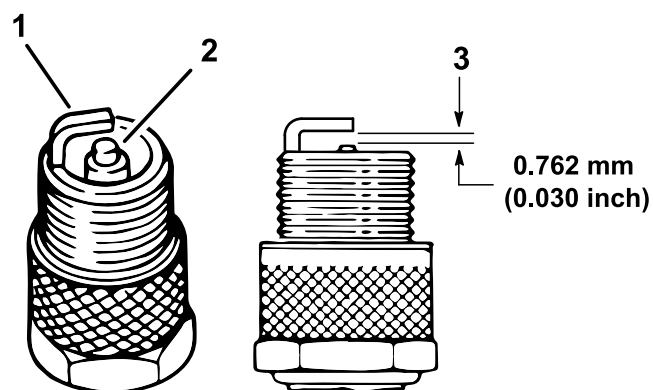

Figura 40
4. Verifique o estado dos eléctrodos lateral e central, bem como do isolante do eléctrodo central, certificando-se de que não se encontram danificados (Figura 40).
5. Ajuste a folga existente entre a zona central e lateral do elétrodo para 0,76 mm, como se mostra na Figura 40.